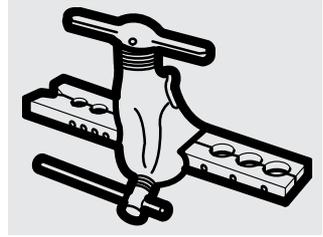

Figura 36
5. Posicione la herramienta de abocardar en el extremo del tubo. Ver Figura 36.